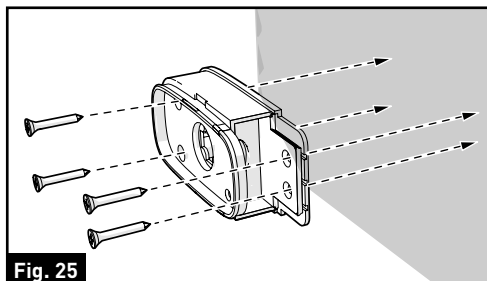

Fig. 25
5. Asegure la base del semáforo en la pared del vehículo con cuatro tornillos autorroscantes de cabeza plana [cabeza plana de la impulsión del patio #6 x 3/4 "tornillo de madera de la uno mismo-perforación)]. (Fig. 25)